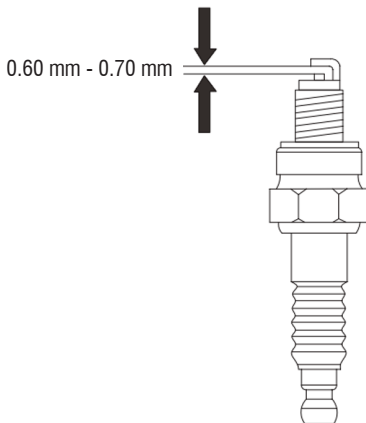

Fig. 22 – Huelga de la bujía
8. Para un correcto funcionamiento, la huelga de la bujía debe estar entre 0,60 mm y 0,70 mm (fig. 22).